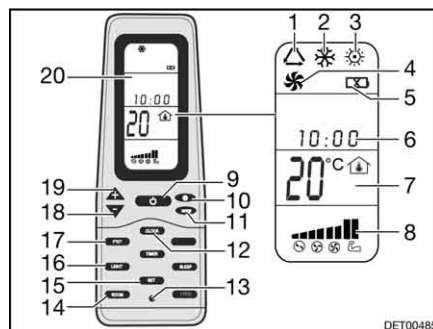

Fig. 134 Télécommande
- Appuyer sur la touche ON/OFF (Fig. 134,9).
- Appuyer sur la touche "Mode" (Fig. 134,11) autant de fois que nécessaire pour que le mode de fonctionnement souhaité (Fig. 134,1, 2, 3 ou 4) s'affiche à l'écran (Fig. 134,20).
- Régler la température désirée à l'aide des touches "+" (Fig. 134,19) et "-" (Fig. 134,18).
- Sélectionner le niveau de ventilation souhaité à l'aide de la touche de vitesse du ventilateur (Fig. 134,10).